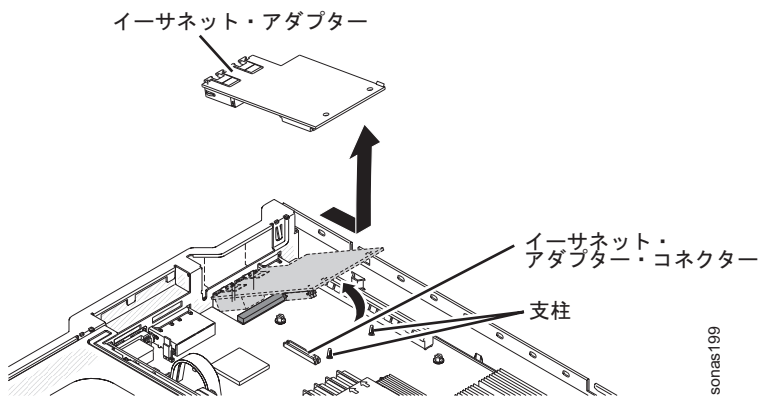

図 13. イーサネット・アダプターの取り外し
6. イーサネット・アダプターをつかんで、システム・ボード上の支柱およびコネクタから外します。次に、イーサネット・アダプターをスライドさせて、シャーシ背面のポート開口部から取り出し、サーバーから取り外します。図 13 を参照。